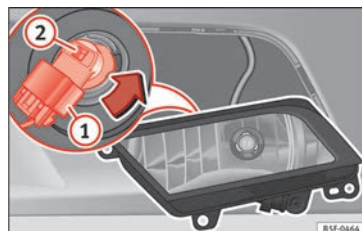

Fig. 114 Faro antiniebla.
- Extraiga el conector » **fig. 114** ① de la lámpara.
- Gire el portalámparas » **fig. 114** ② a la izquierda y tire.